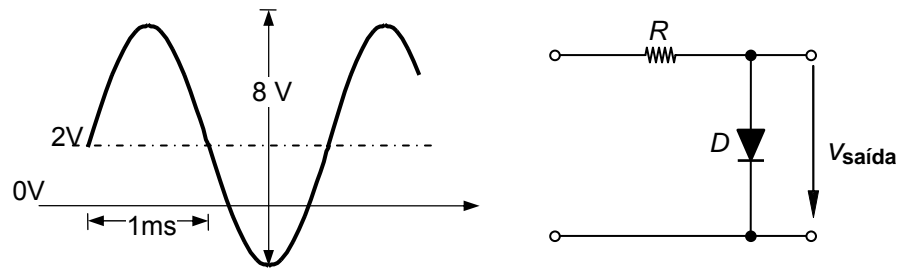

Figura 4.4
4.2 Desenhe o circuito da Figura 4.4 no *Electronics Workbench*. Utilize uma resistência  $R = 10\text{ k}\Omega$  e seleccione o díodo 1N4148. Aplique à entrada o sinal representado na figura. Observe e registe a forma de onda da tensão de saída.